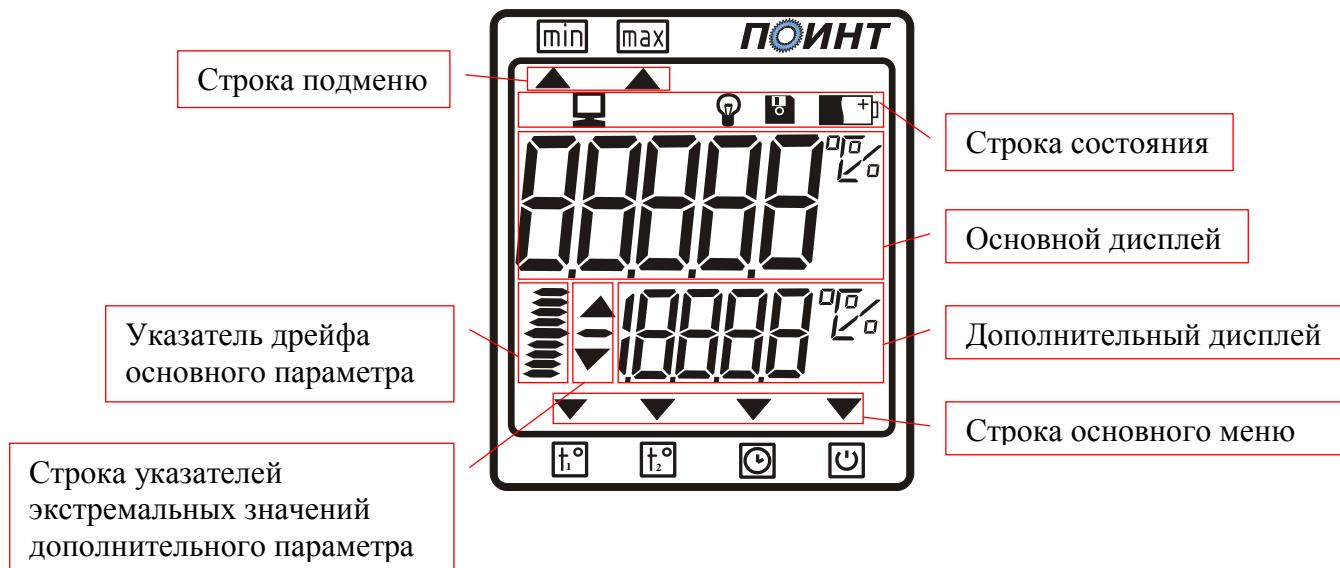

Рис.1
3.2. На лицевой панели измерителя расположен цифровой индикатор (рис. 1), служащий для отображения информации, и две кнопки управления. В верхней части прибора расположен разъем для подключения датчиков. На задней панели измерителя находится крышка батарейного отсека.
4.4. Описание основного дисплея. Измеритель имеет четыре рабочих режима: режим измерения температуры 1, режим измерения температуры 2, режим отображения текущего времени, режим выбора времени работы измерителя. Переключение между этими режимами производится нажатием левой кнопки измерителя. В зависимости от положения указателя «▼», который расположен в строке основного меню (рис.1), можно определить, в каком режиме находится измеритель. Так, при положении указателя над значком прибор будет настроен на режим измерения температуры 1, - режим измерения температуры 2, - режим отображения текущего времени, - режим выбора времени работы измерителя. В зависимости от выбранного режима на основном дисплее отображается текущее значение измеряемого параметра. В режиме отображения текущего времени при нажатии на правую кнопку на индикаторе отображается текущий месяц, число и год. Установка этих параметров приведена в п. 7.2.